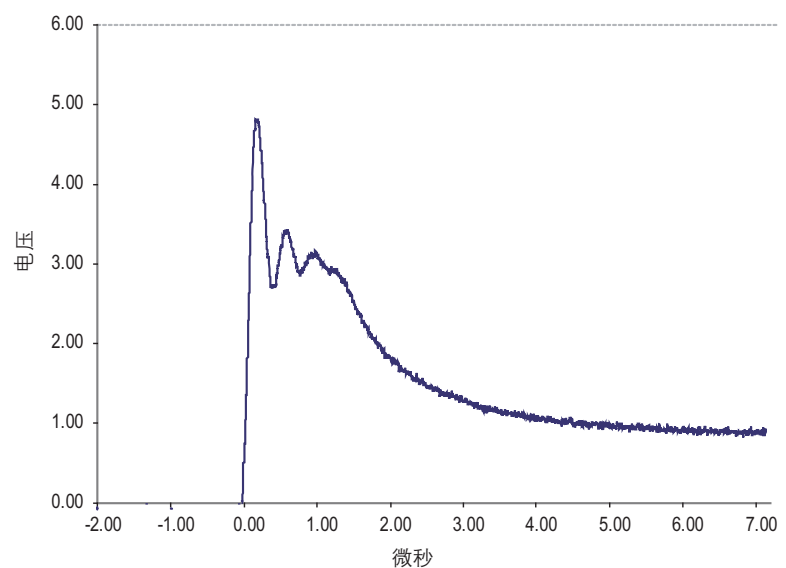

图 7.4 – 门极脉冲详情 – 典型 SCR (ABB)
9. 如果要进行更为详细的检查，则可通过在 TP1 和 TP3 (-) 之间连接示波器来检验实际的门极脉冲（见图 3.4）。要检查门极脉冲，脉冲生成器必须启用（即 SW2 开启）并且便携式测试电源应连接到 J1。脉冲应如图 7.4 和 7.5 所示。